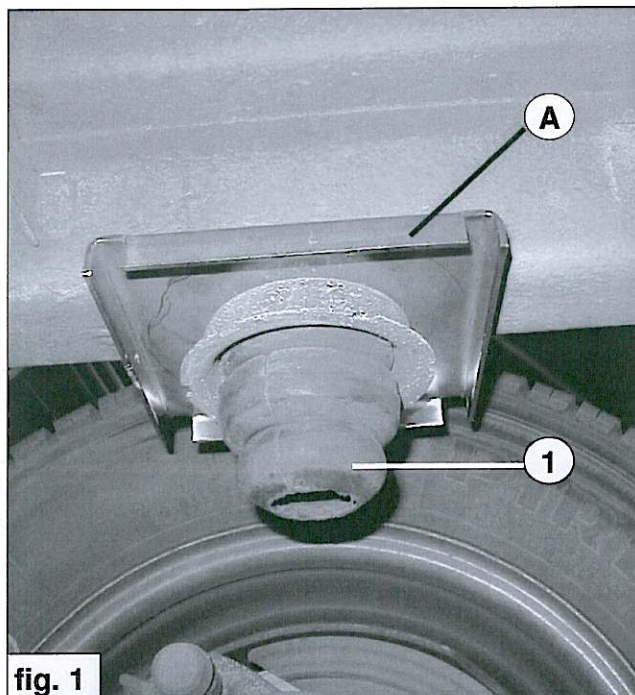

fig. 1
2. Stellen Sie den obere Federteller A mit dem Strip zu der Innenseite des Fahrzeugs. Montieren Sie dieser Federteller zusammen mit dem Puffer. Siehe fig. 1.
2. Placez la coupelle supérieure A avec la languette soudée à l'intérieur du véhicule. Montez celle-ci avec le tampon. Voir fig. 1.